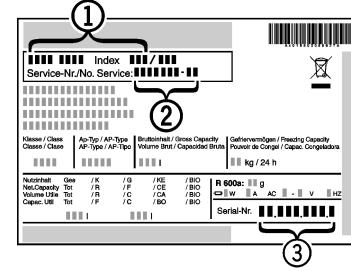

Fig. 16
► Обратитесь в сервисную службу и сообщите вид неисправности, наименование устройства Fig. 16 (1), сервисный № Fig. 16 (2) и серийный № Fig. 16 (3).